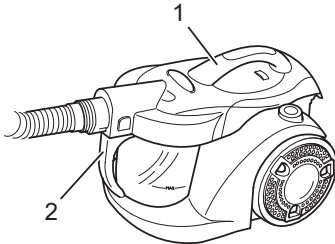

Abb. 14
- Zum **Transport** können Sie den Bodensaugers am Tragegriff (Abb. 14/1) oder dem Transportgriff (Abb. 14/2) tragen.